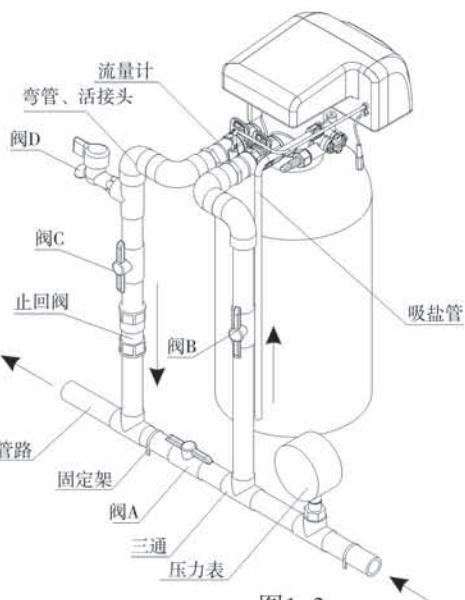

图1-3
④安装进出水管
- a、如图1-3所示，在进水端安装压力表；